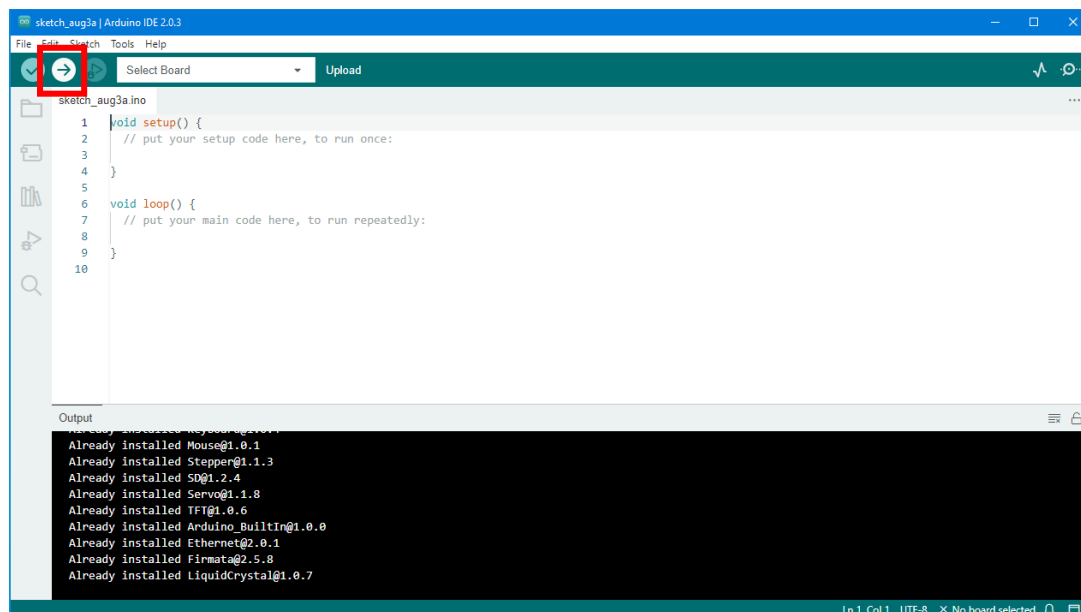

Рис.17. Кнопка «Upload» программы Arduino IDE
8. Нажмите кнопку «Upload» (стрелка вниз) в верхней панели Arduino IDE, чтобы загрузить скомпилированный код на Arduino (рис.17).